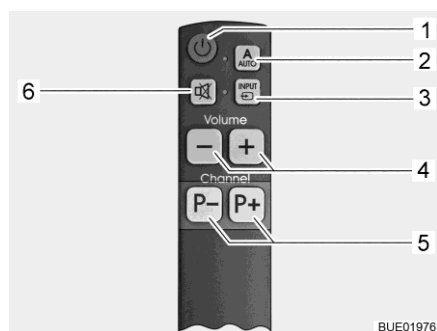

Bild 44 Enkel fjärrstyrning (tillval)
- Tryck in knappen AUTO (Bild 43,2 eller Bild 44,2) i 1 sekund. På så sätt slås TV-apparaten och styrenheten på.
- Tryck in programvalknapparna (Bild 43,4 eller Bild 44,5) tills önskat TV-program valts.
- Tryck in knappen INPUT (Bild 43,3 eller Bild 44,3) tills önskad signalkälla valts.
- För att gå tillbaka till satellitkanalvisningen, tryck in knappen INPUT (Bild 43,3 eller Bild 44,3) tills signalkällan DVB-S2 valts.
- Tryck in knappen AUTO (Bild 43,2 eller Bild 44,2).
- Tryck in knappen TV-apparat på/av (Bild 43,1 eller Bild 44,1). Styrenheten slås inte på, antennen stannar kvar i parkeringsläge.
- Tryck in INPUT knappen (Bild 43,3 eller Bild 44,3) tills önskad signalkälla (t. ex DVD) valts.
- För att slå av TV-apparaten, tryck in knappen TV-apparat på/av (Bild 43,1 eller Bild 44,1).